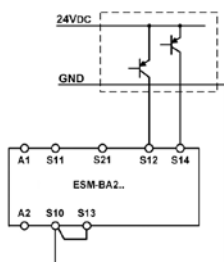
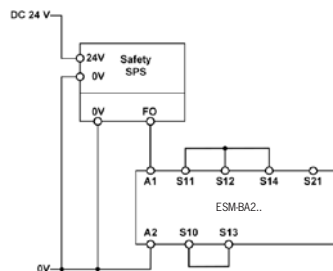

Bild 9: Zweikanalige Not-Halt-Schaltung mit pnp-Halbleiterausgängen/OSSD-Ausgängen mit Querschusserkennung (Kategorie 4, bis PL e).
Bild 10: Anschluss an fehlersichere Steuerung (Kat. 4, bis PL e)
- Für Anwendungen nach Bild 9 und Bild 10 ist folgendes zu beachten: